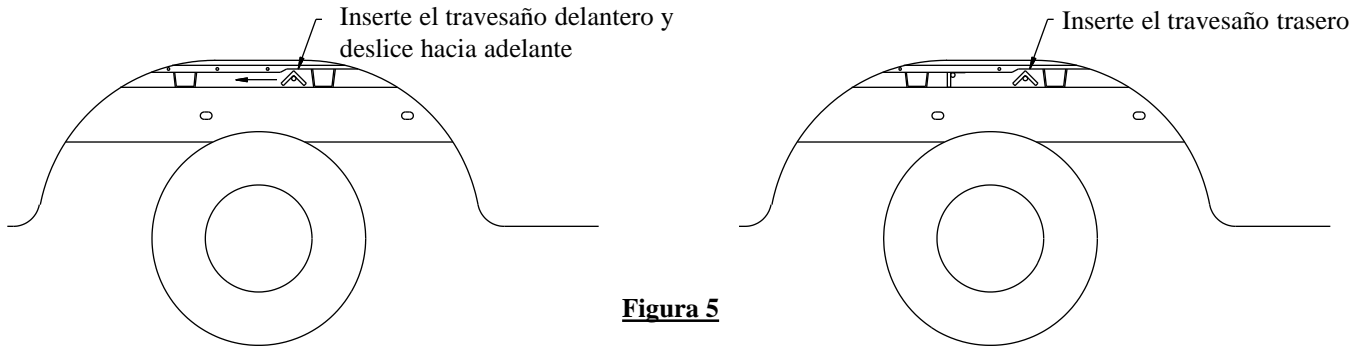

Figura 5
3. Deslice los travesaños delantero y trasero entre el larguero del bastidor y la cama del vehículo como se muestra en la Figura 5. El travesaño delantero tiene (2) orificios adicionales centrados entre las ranuras grandes.